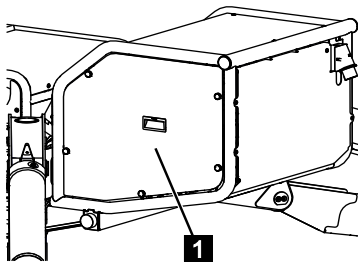

Fig. 206
1. Dévisser le capot (Fig.206/1).